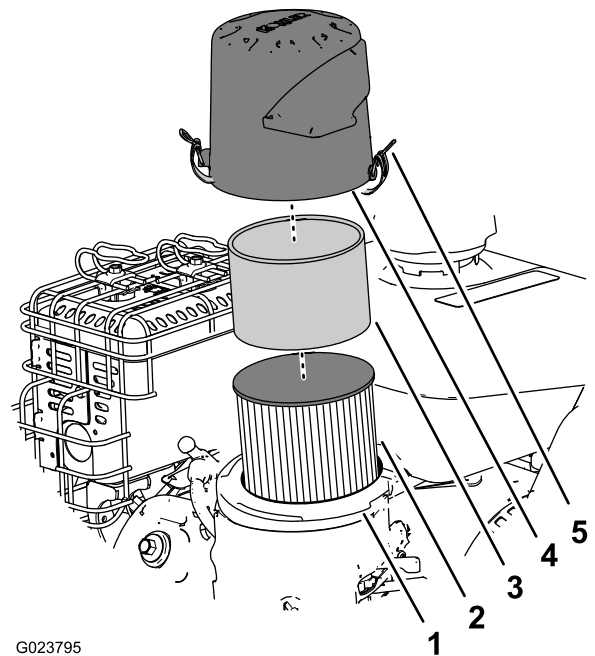

Figura 25
2. Retire la tapa y límpiela a fondo (Figura 25).
3. Retire el pre-limpiador de espuma y lávelo con un detergente suave y agua, luego séquelo apretando suavemente con un paño (Figura 25).
4. Retire e inspeccione el filtro de aire de papel (Figura 25); deséchelo si está excesivamente sucio.
6. Instale el pre-limpiador de espuma sobre el filtro de aire de papel (Figura 25).
7. Instale el filtro de aire en la base del filtro de aire (Figura 25).